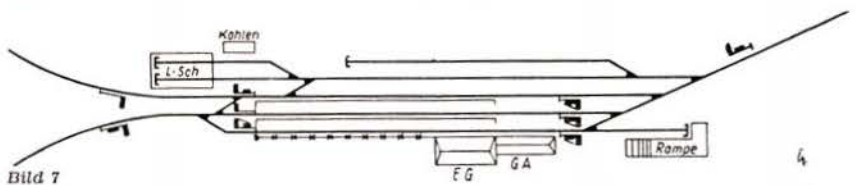

Bild 7
7. Bayrischer Trennungsbahnhof (Bild 7)